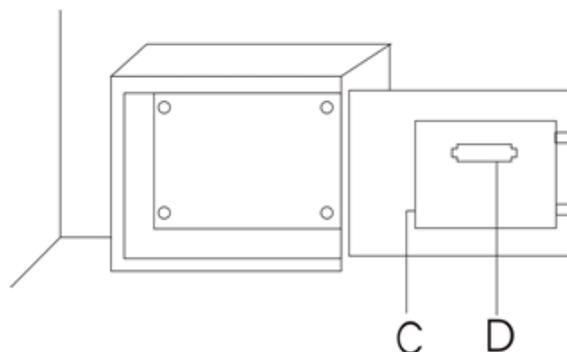

Abb. 2
- Öffnen Sie den Tresor, entfernen Sie die Batterieabdeckplatte "D" (siehe Abbildung 2) auf der Rückseite der Tür und legen Sie die Batterien ein.
- A. Drücken Sie bei geöffneter Tresortür den roten Knopf "C" (siehe Abbildung 2) auf der Rückseite der Tür in der Nähe des Scharniers, lassen Sie ihn los und Sie hören zwei Pieptöne. Gleichzeitig leuchtet das gelbe Licht auf.